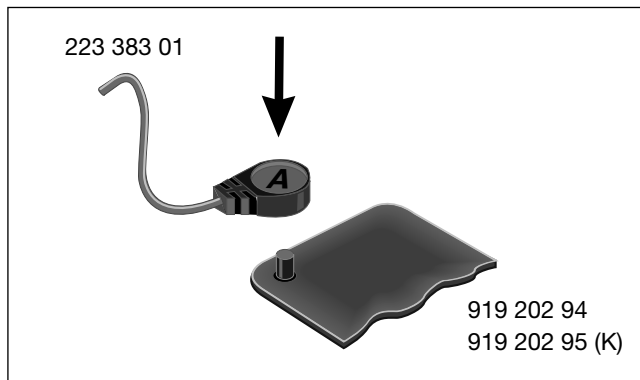

Bild 4-12. Anschließen der Verbindungsleitung
- \* Drücken Sie anschließend den Anschlußstecker der Verbindungsleitung 223 383 01 so auf den Elektrodenkontaktstift, daß er deutlich einrastet. Achten Sie auf die Steckerbeschriftung „A“ (APEX) und „S“ (STERNUM) (Bild 4-12).